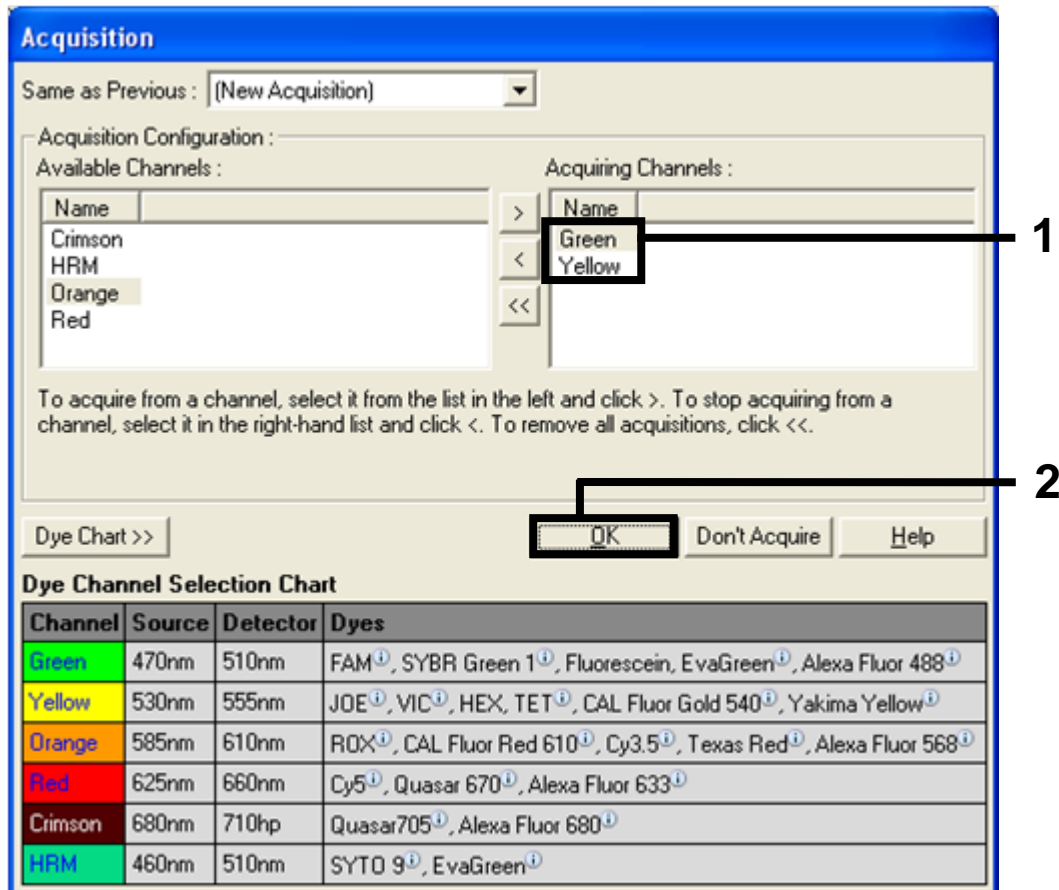

Abbildung 28. Erfassung im Zyklusschritt bei 60 °C [1 = ausgewählte Kanäle, 2 = Schaltfläche „OK“]
10. Wählen Sie „Green“ (Grün) und „Yellow“ (Gelb) als zu erfassende Kanäle aus, indem Sie auf die Schaltfläche „>“ klicken, um diese Kanäle aus der Liste „Available Channels“ (Verfügbare Kanäle) zu verschieben. Klicken Sie auf „OK“ (siehe Abbildung 28).